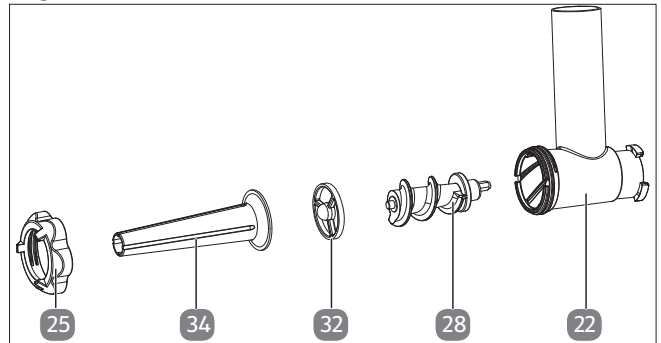

Abb. 19 – Zubehörteile Wurst herstellen
1. Setzen Sie das Zubehör wie abgebildet zusammen (siehe Abb. 19).